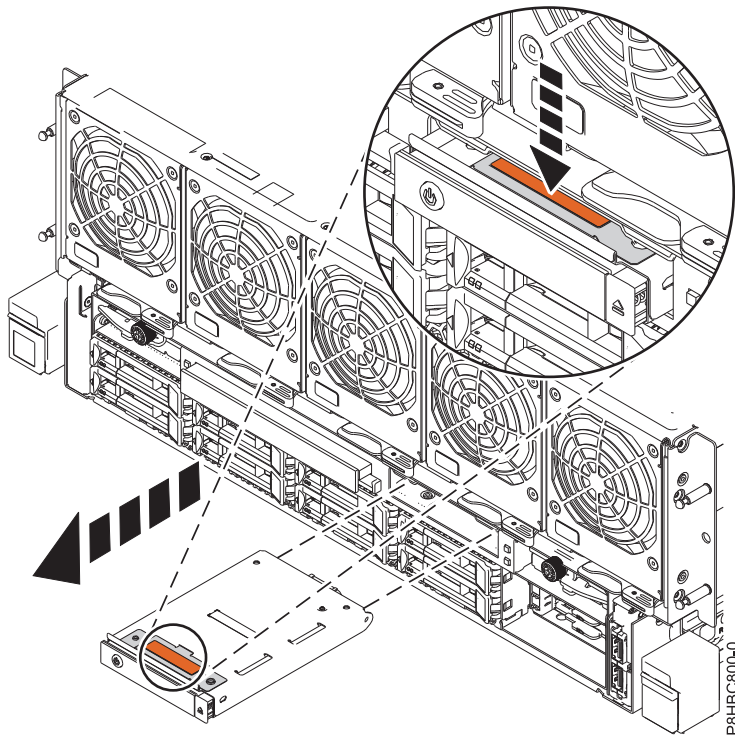

Figure 1. Retrait d'un panneau de commande
2. Appuyez sur l'onglet terracotta, puis faites glisser le panneau de commande hors de sa baie, comme illustré à la figure 1, à la page 3.